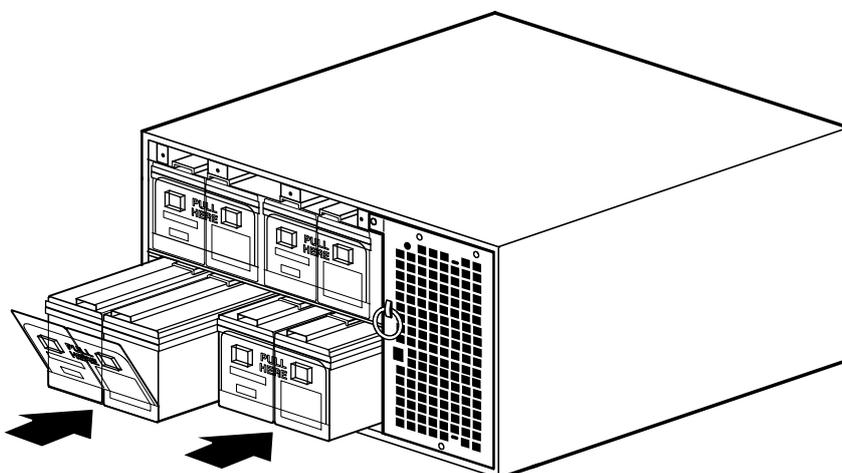

Рисунок 54. Установка батарейных лотков ИБП
5. Задвиньте в шкаф новые батарейные лотки (см. Рисунок 54). Убедитесь в правильном положении каждого лотка, прежде чем задвигать его на место.